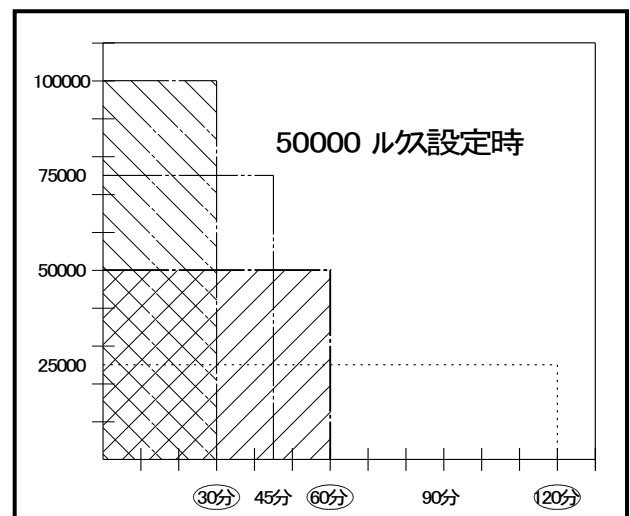

図4-2
- 照度設定と灌水のタイミングについては、図4-2を参照ください。
例) 照度設定 50000 ルクスするとき(図4-2参照)